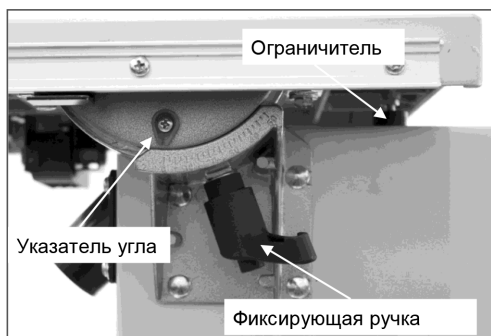

Рис. 21
- Ослабьте быстроразъёмный рычаг и приведите рабочий стол в горизонтальное положение, чтобы он лёг на ограничительный болт (ограничитель) (рис. 21).
- С помощью крестовой отвёртки ослабьте положение указателя угла и зафиксируйте его в положении 0° (рис. 21).